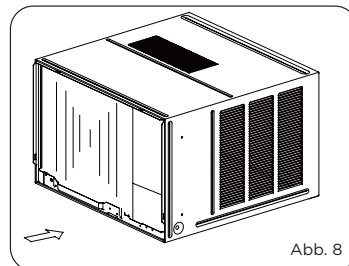

Abb. 8
1. Schieben Sie das Gerät in den Schrank, bis es fest an der Rückseite des Schanks anliegt. Es ist darauf zu achten, dass die Schaumstoff-Dichtungstreifen am Gehäuse in Position bleiben (siehe Abb. 8).